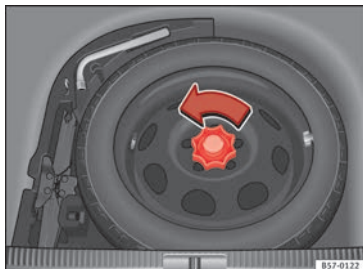

Fig. 230 Rueda de emergencia: piso de carga alzado.
- Gire la ruedecilla en sentido contrario a las agujas del reloj » **fig. 230**.